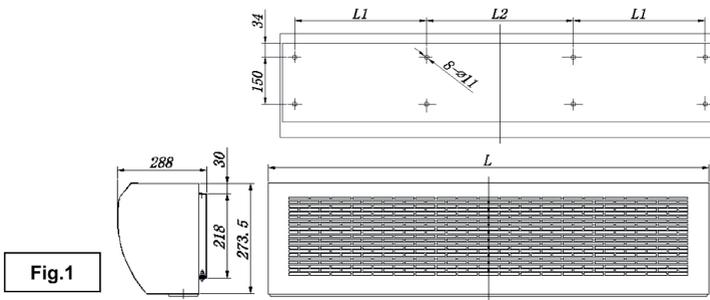

Fig.1
2. Predisporre gli 8 fori nel muro per il fissaggio della dima. Utilizzare dei tasselli adeguati al peso della barriera ed alla consistenza della parete di supporto. (Fig.1)